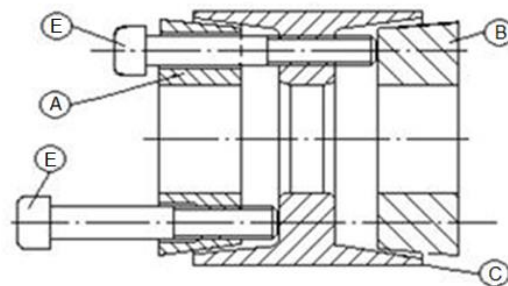

Figura 8.4: Detalle de la desmontaje del anillo de fijación
2. Sacar las piezas A y C utilizando los tornillos extractores E, como muestra la Figura 8.4;